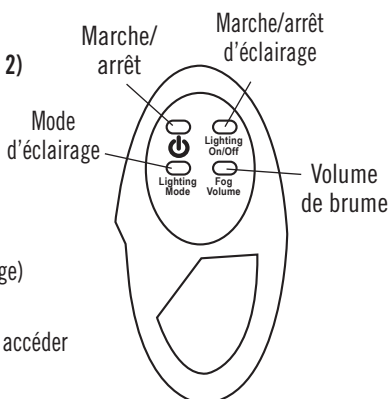

Figure 2
2.3 Émetteur à télécommande (référez-vous à la Figure 2)